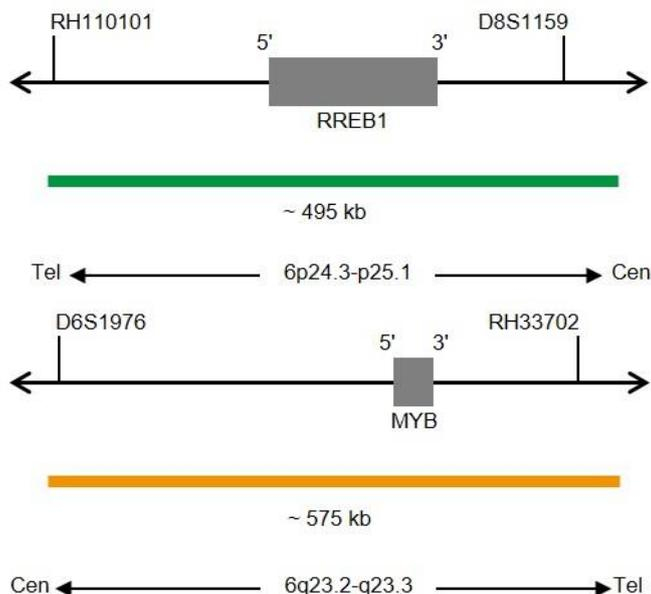

Fig. 1: En haut : Carte de la sonde SPEC RREB1 ; En bas : Carte de la sonde SPEC MYB (pas à l'échelle)
- Polynucléotides marqués au ZyGreen (excitation 503 nm/émission 528 nm) (~10 ng/μl), qui ciblent une séquence de 6p24.3-p25.1\* (chr6:6,913,938-7,406,653) hébergeant la région du gène RREB1 (voir figure 1).
- Polynucléotides marqués au ZyOrange (excitation 547 nm/émission 572 nm) (~4,5 ng/μl), qui ciblent une séquence de 6q23.2-q23.3\* (chr6:135,141,227-135,715,246) hébergeant la région du gène MYB (voir figure 1).